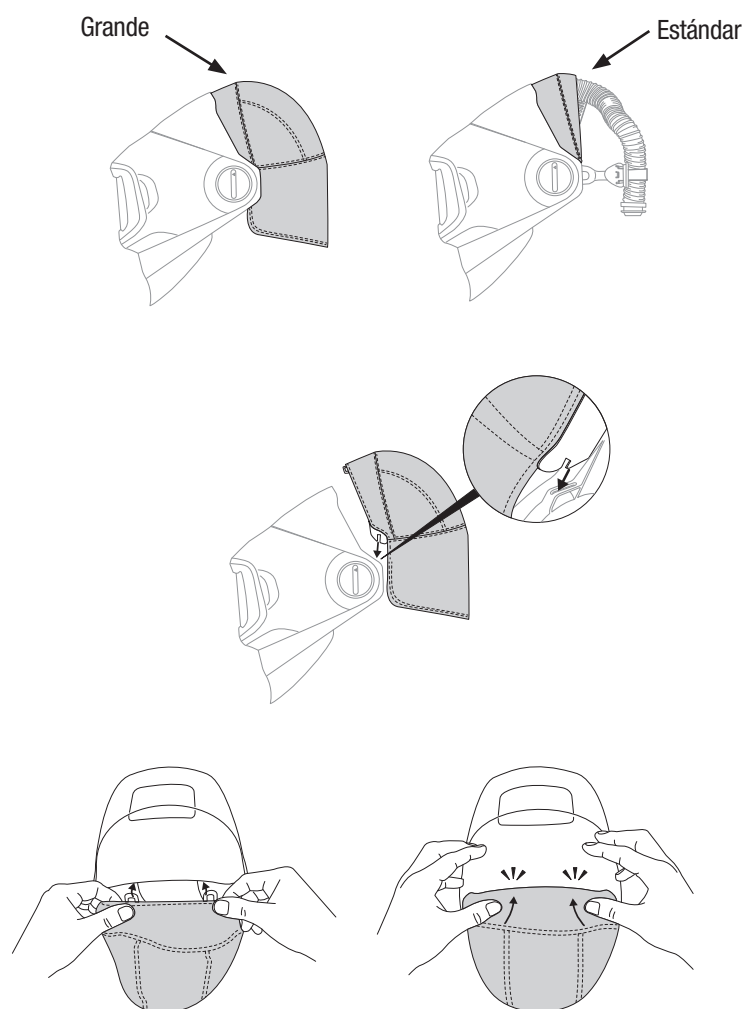

Fig. 28a
- b. Hay dos ganchos ubicados en la corona de la capucha de protección para cabeza. Enganche la capucha en los ganchos en el interior de la careta para soldar. Un sonido de “clic” indicará que está en su lugar (Fig. 28a).